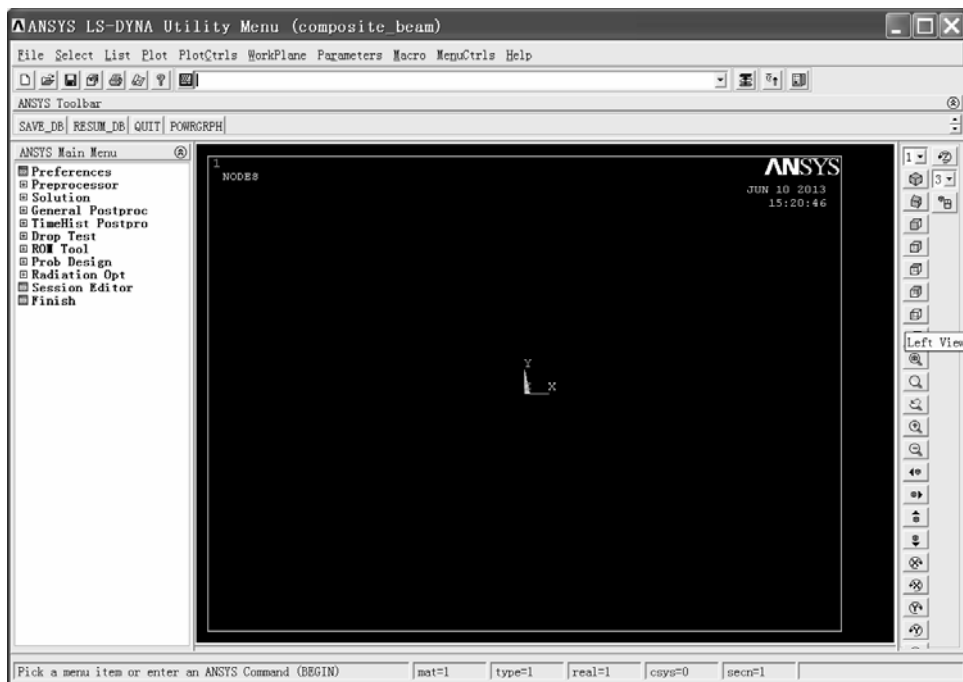

图 2-125 ANSYS LS-DYNA 操作界面
(7) 单击“ANSYS Mechanical APDL Product Query”窗口中的“Yes”按钮, 弹出 ANSYS LS-DYNA 的操作界面(见图 2-125)。